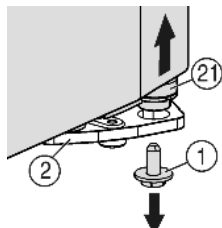
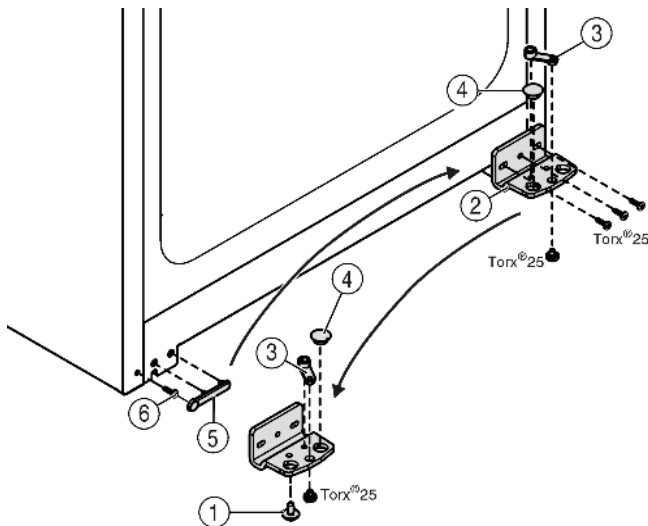

Fig. 4
Fig. 5
- Vpravo dole na stojanu ložiska vyšroubujte pojistný šroub Fig. 4 (1).
- ▷ Ložiskový čep Fig. 4 (21) se uvolní ze stojanu ložiska Fig. 5 (2).
- Jestliže se ložiskový čep Fig. 4 (21) neuvolní, vytlačte čep zdola.
- Našroubujte stojan ložiska Fig. 5 (2).
- Našroubujte ložiskový díl Fig. 5 (3) a přemístěte do protilehlého upínacího otvoru stojanu ložiska, opět přišroubujte.
- Vyjměte ze stojanu ložiska zátku Fig. 5 (4) a nasadte do protilehlého upínacího otvoru stojanu ložiska.
- Opatrně zvedněte kryt Fig. 5 (5) na straně madla.
- Vyšroubujte šroub Fig. 5 (6) a na protější straně ho opět nasadte.
- Kryt Fig. 5 (5) opět nasadte.
- Přišroubujte opět stojan ložiska Fig. 5 (2) na novou stranu závěsu (silou 4 Nm), příp. pomocí akumulátorového šroubováku.
- Zašroubujte a dotáhněte pojistný šroub Fig. 4 (1) dole do ložiskového čepu (silou 4 Nm).